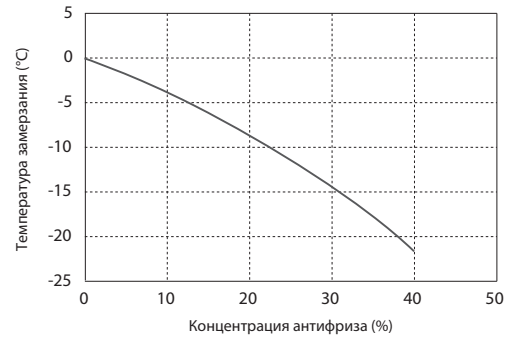

Рис. 4.2.2
- В моноблочных моделях всегда должен использоваться антифриз (см. раздел 4.1). Использование антифриза в сплит моделях определяется установщиком в зависимости от условий эксплуатации. Антикоррозионные ингибиторы должны использоваться и в моноблочных и в сплит моделях. На Рис. 4.2.2 показана зависимость температуры замерзания от концентрации антифриза FERNOX ALPHI-11. Данные по другим антифризам смотрите в соответствующих инструкциях.